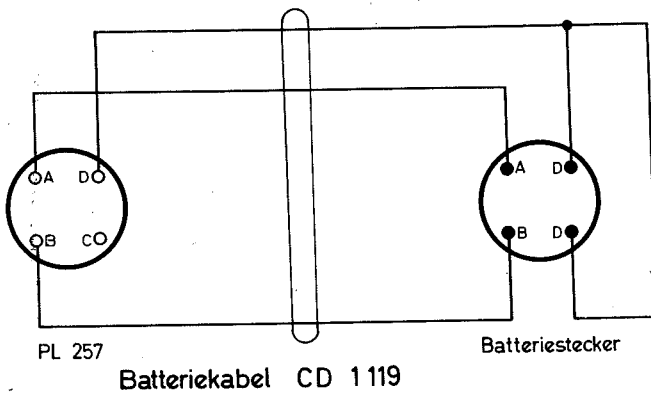

Bild 26 Kabel CD-1119 mit Anschlußschema
1.2.17 Stromversorgungskabel CD-1119 (Bild 26)